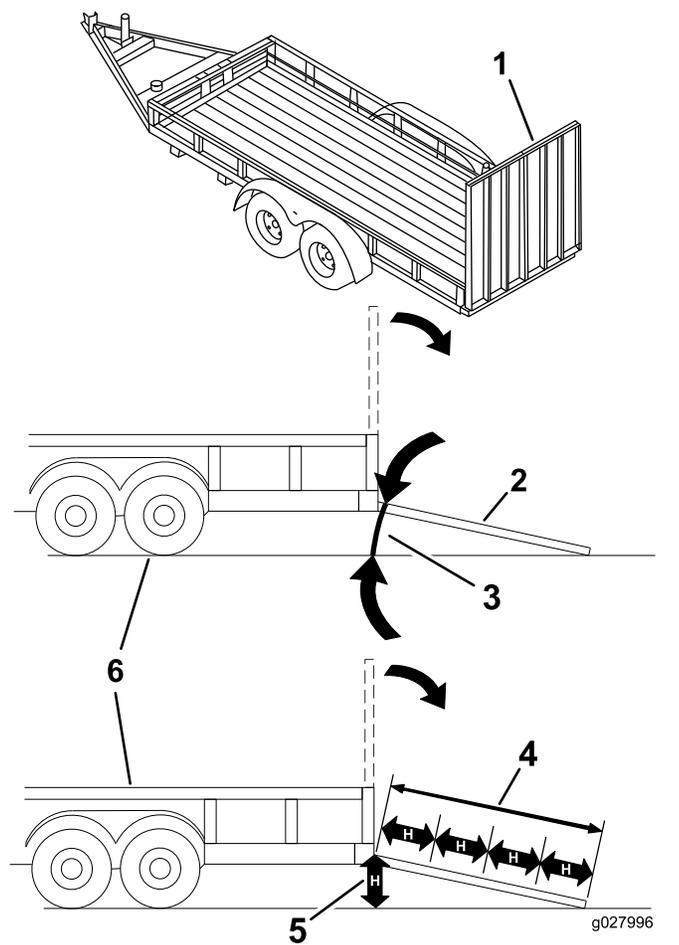

図 29
マシンをトレーラなどに搭載する作業は、機体を転倒させる危険をはらんでおり、万一そのような事故が起こると死亡事故など重大な人身事故となる図 29。
3. 歩み板を降ろす板と地面との角度が15°以下となるにすること 図 29。
1. 歩み板を降ろす板と地面との角度が15°以下となるにすること 図 29。